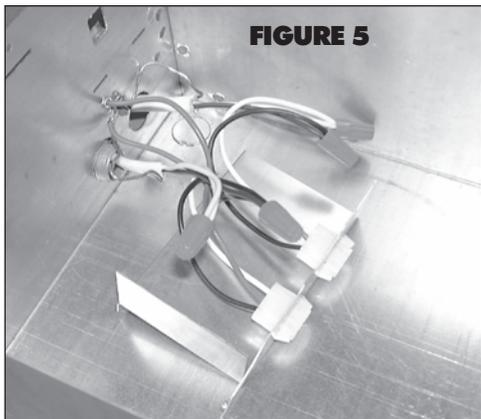

FIGURE 5
7. Connect the supply wiring to the fan wiring using approved wire nuts: black to black and white to white. Connect ground wire to green grounding screw on side of housing. Repeat wiring to second plug for light.(Fig.5).
7. Conecte el alambrado de suministro al alambrado del ventilador usando tuercas colectoras aprobadas: negro a negro y blanco a blanco. Conecte el alambre a tierra con el tornillo verde para conexión a tierra en el costado del bastidor. Repita el alambrado para la lámpara al segundo enchufe (Fig. 5).
7. Brancher le fil d'alimentation au câblage du ventilateur en se servant décrous pour fils électriques approuvés : noir avec noir, blanc avec blanc. Brancher le fil de mise à la terre à la vis de mise à la terre (de couleur verte) sur le côté de l'enveloppe. Répéter la procédure (câblage) pour le système d'éclairage (Fig. 5).